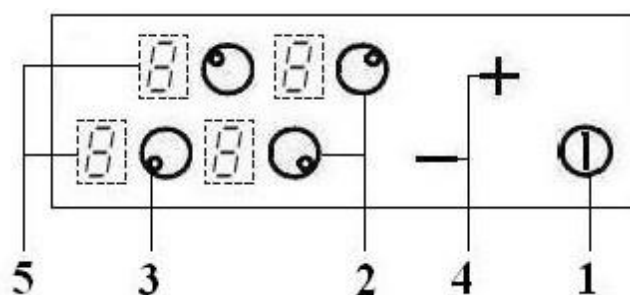

Рис. 6
Чтобы включить варочную поверхность, необходимо нажать кнопку [ON/OFF] (1) (рис. 6) на 1 секунду. Прозвучит короткий звуковой сигнал, загорятся и начнут мигать индикаторы около конфорок с цифрами «0».